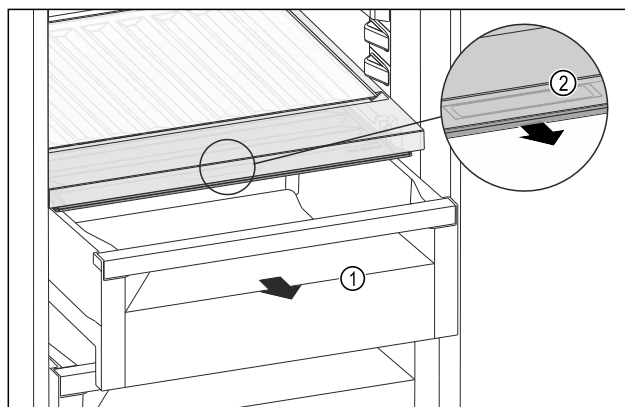

Fig. 158
- Vedä säilytyslokero Fig. 158 (1) ulos.
- Tartu lokeron kannessa olevaan tartuntakohtaan Fig. 158 (2) ja vedä lokeron kantta samanaikaisesti eteenpäin.